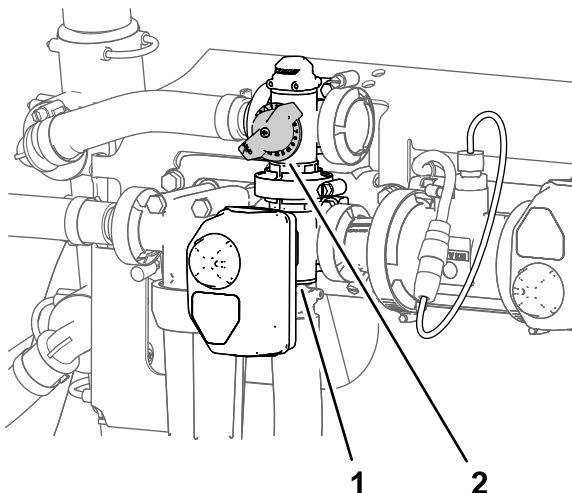

Figura 32
11. Regolate la valvola di bypass dell'agitatore (Figura 32) sul lato posteriore della valvola dell'agitatore fino a quando la pressione dell'impianto di irrorazione indicata sul misuratore non è pari a 6,9 bar.